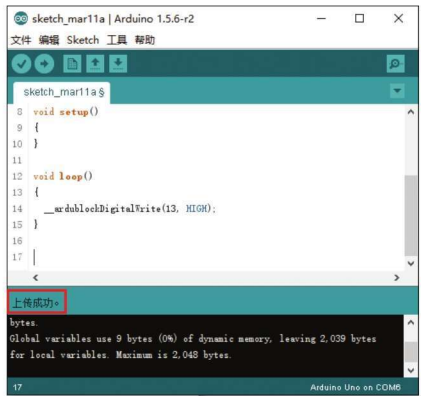

图 1-14 上传成功
单击 ArduBlock 中的 **打开**，打开示例程序，如图 1-13 所示，然后单击 **上传到 Arduino**，当文本式编程界面下方出现上传成功提示后，如图 1-14 所示，表示程序已经成功上传到控制板^①。